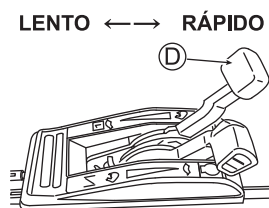

Fig. 19
5 Ajuste a velocidade de corte com a alavanca de velocidade (D). (Veja a fig. 19)